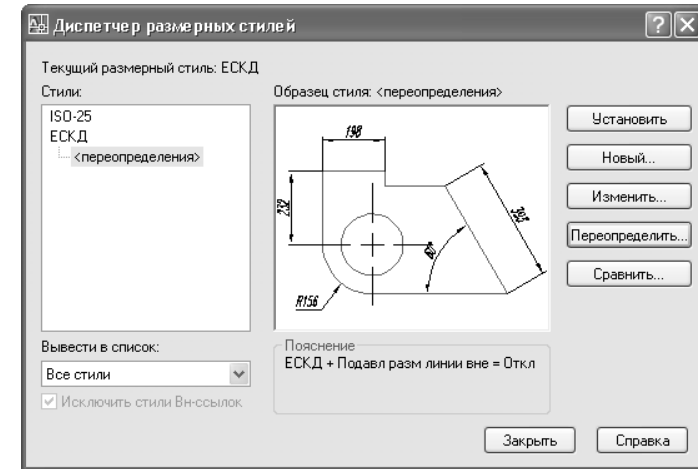

Рис. 11.39 ▼ В списке стилей диалогового окна **Диспетчер размерных линий** (Dimension Style Manager) появился перекрытый стиль
- Вернувшись в окно **Диспетчер размерных линий** (Dimension Style Manager), вы увидите, что под стилем **ЕСКД** в списке стилей появился дополнительный элемент **<переопределения>** (<style overrides>) (рис. 11.39). В области **Пояснения** (Description) приведено краткое описание стиля с указанием того, чем перекрытый стиль отличается от исходного.